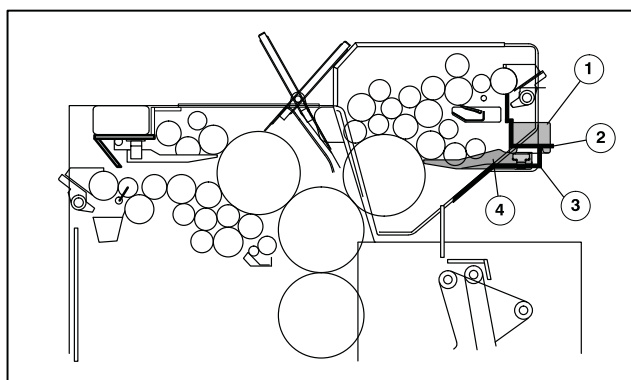
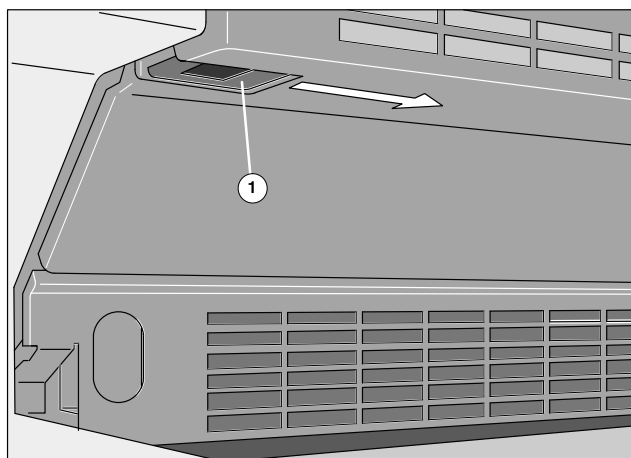

図4 水皿の取り外し
図5 湿し装置の下のガードとロック
事前に水皿(図4/④)を取り外します。
- ① 湿し水タンク(図4/①)を上を持ち上げて取り外します。
- ② 湿し装置のガード(図4/②)を上を開きます。
- ③ 湿し装置の下、ガード(図4/③)の左右にあるロック(図5/①、図は操作側)を中央に押して、ガードを下を開きます。
- ④ 水皿をサイドフレームから外し、印刷機から水平に取り出します。このとき、水皿の先端と水元ローラが接触しないように、水皿を支持バーの上にてできるだけ長くのせた状態で取り出してください。